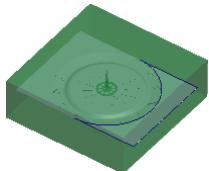
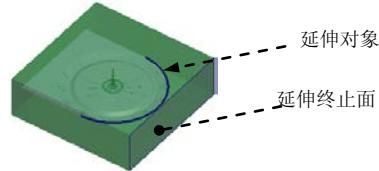

图 23.24 延伸 2
图 23.25 延伸参考
Step5. 创建图 23.24 所示的延伸 2。选取图 23.25 所示的旋转曲面边线为延伸对象；单击 **分型面** 功能选项卡 **编辑** ▾ 区域的 延伸按钮；在操控板中按下 按钮；在系统的提示下，选取图 23.25 所示的表面为延伸的终止面；在 **延伸** 操控板中单击 按钮。